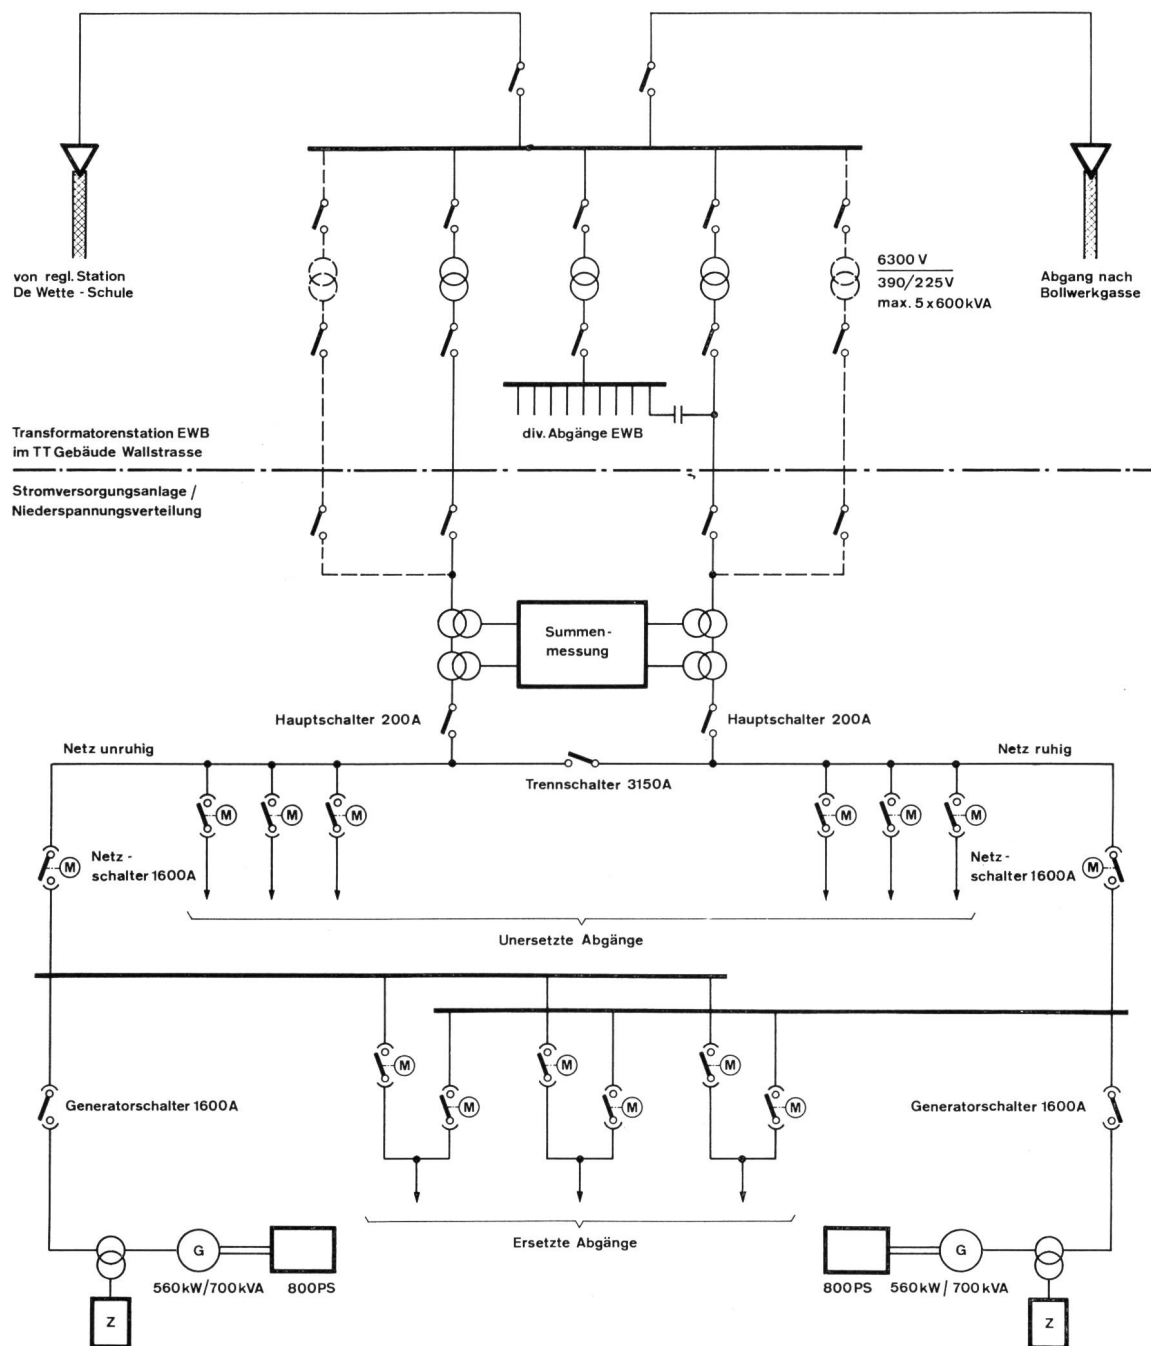

Fig. 31
Für die Versorgung des TT-Gebäudes Wallstrasse mit elektrischer Energie stehen zwei Transformatoren mit einer Leistung von je 600 kVA zur Verfügung. Platzreserven erlauben den späteren Ausbau von zwei weiteren, gleich grossen Einheiten. Ein anderer Transformator speist verschiedene private Strombezügler der näheren Umgebung. Die Station befindet sich im 5. Untergeschoss neben dem Niederspannungs-Schaltraum. Das Elektrizitätswerk (EW) Basel hat sie auf seine Kosten gebaut und sorgt für den Unterhalt. Die eingeführte Spannung wird von 6300 V auf 380/220 V herabgesetzt. Mit einer Summenmesseinrichtung wird die bezogene Energie auf der Niederspannungsseite registriert. In der PTT-eigenen 380/220-V-Stromversorgungsanlage wurde je ein Netz ruhig und ein Netz unruhig gebildet (Fig. 31).